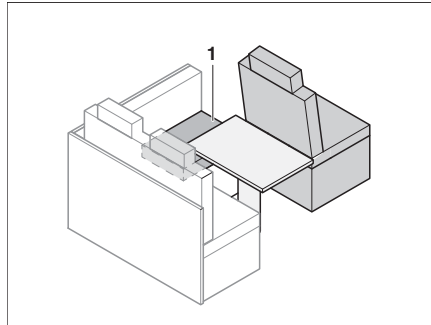

Bild 165 Före ombyggnaden
- Lägg sittdynan (Bild 165,1) åt sidan.